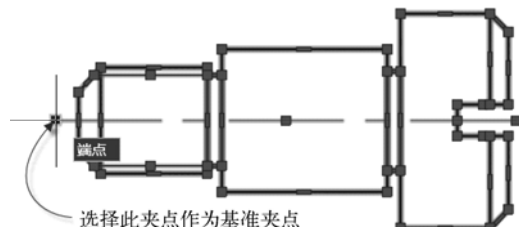

图 5-23 指定基准夹点
② 选择整个带肩螺钉图形,选择带肩螺钉中心线上的左夹点作为基准夹点,将其激活,如图 5-23 所示。